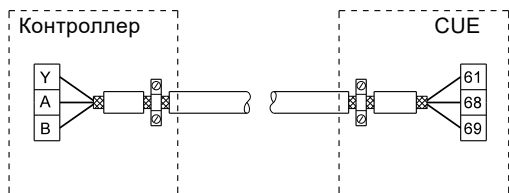
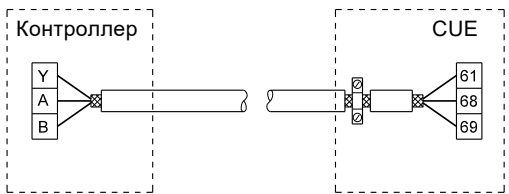

Рис. 6 Пример подключения 3-жильного кабеля с экраном, подсоединённым с двух сторон
Рис. 7 Пример подключения 3-жильного кабеля с экраном, подсоединённым к преобразователю частоты CUE (контроллер без кабельных зажимов)
- Заземляйте экран кабеля на корпус с обеих сторон как для электродвигателя, так и для сигнальных кабелей. См. рис. 6. Если на контроллере отсутствуют кабельные зажимы, подключайте экран только к преобразователю частоты CUE. См. рис. 7.